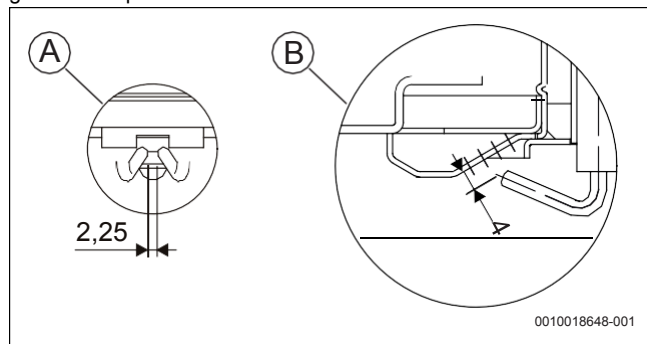
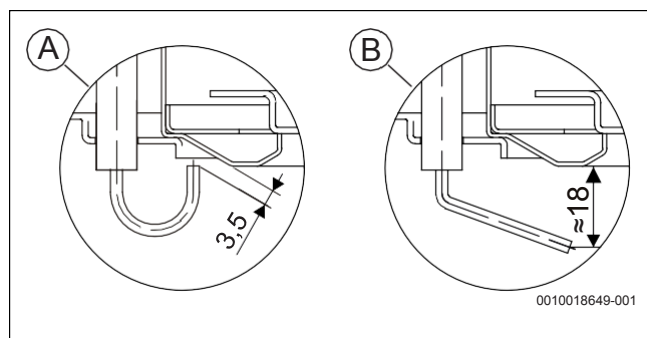

Fig. 30 Elettrodo di accensione
Fig. 31 Elettrodo di monitoraggio
- ▶ controllare l'elettrodo di accensione (→ Fig. 30) e l'elettrodo di monitoraggio (→ Fig. 31).